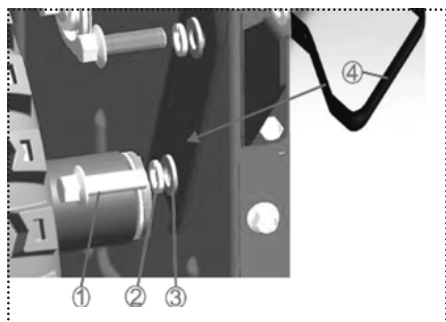

Рис. 3
Используйте срезные болты (1) для фрезы М8×25, пружинной распорки (2) и шайбы (3). Установите нижнюю ручку в 2 отверстия на каждой стороне корпуса (рис. 3).